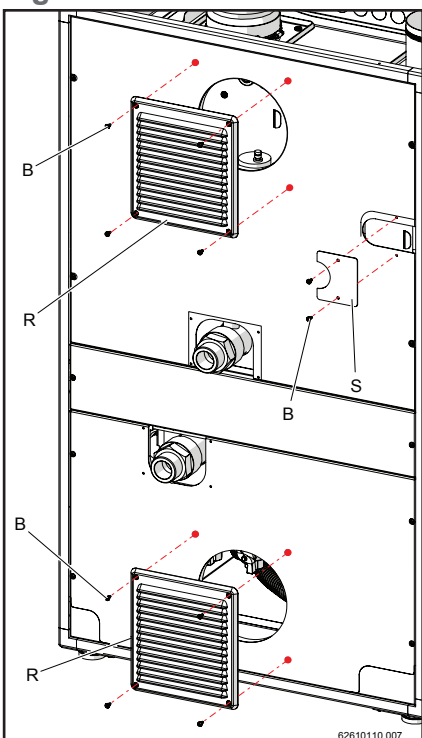

Figure 15-20
- 10.- Fixer les deux grilles imperméables "R" et la feuille "S" pour les couvertures déjà montés avec les vis "B"(figure 15-20).